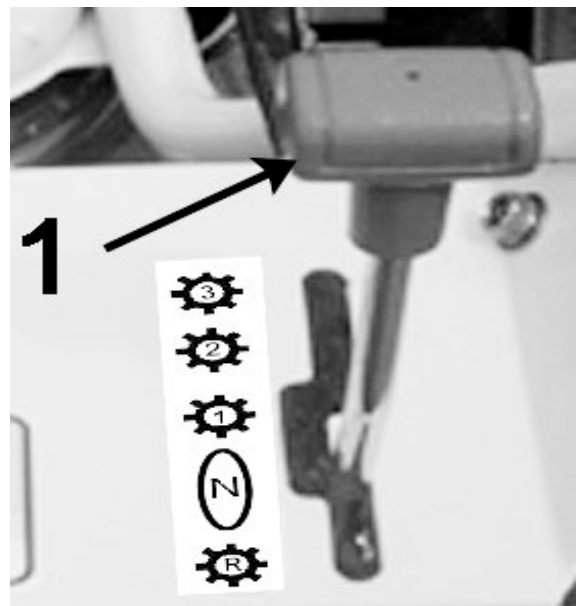

Figura 3
Esta palanca permite cambiar la velocidad de desplazamiento de 1 (baja velocidad) a 3 (alta velocidad). Ponga la palanca en "R" para ir marcha atrás. (1, figura 3). La posición (N) es neutral.